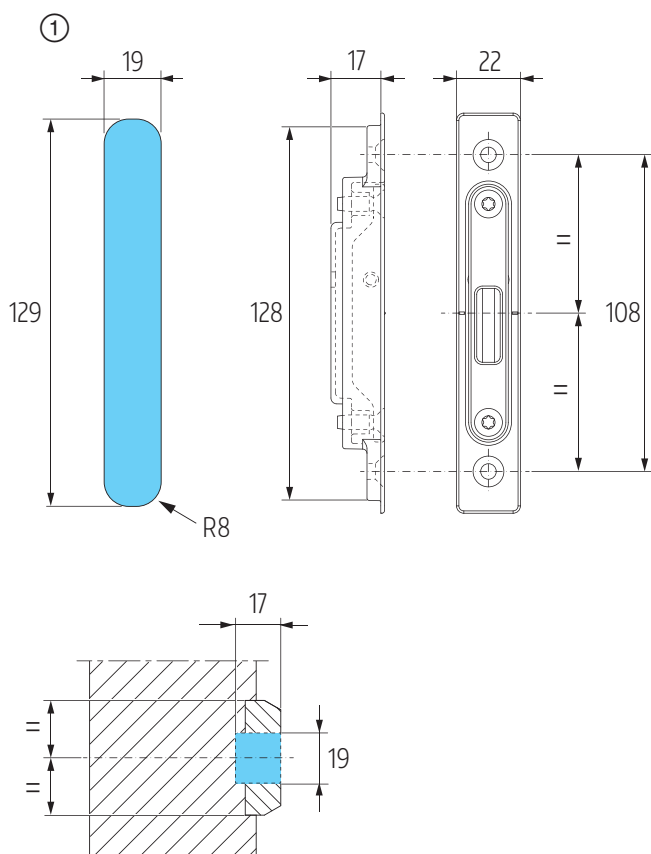

Abb. 42
① Die Position der Fäsungen am Rahmenprofil für das Schließteil für Getriebe mit Haken 5, der untenstehender Tabelle entnehmen. Fräsungstiefe und -breite, siehe **Abb. 42**. ② Schließteile mit Schrauben Ø 5 x 50 am Rahmenprofil festschrauben.